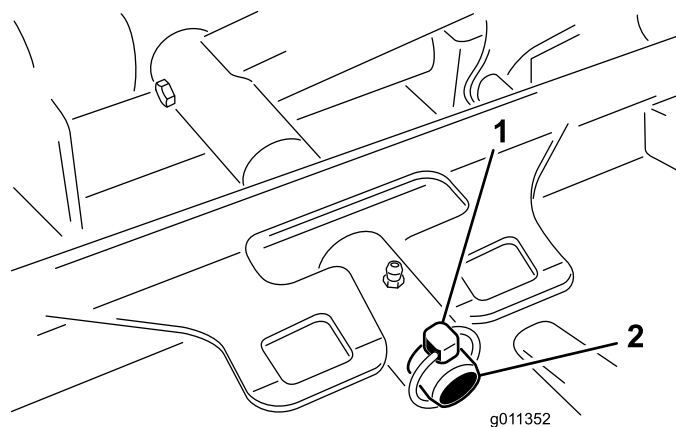

Рисунок 81
3. Снимите штифт с кольцом (на машинах Groundsmaster 4500) или крепежную гайку (на машинах Groundsmaster 4700), с помощью которых несущая рама режущего блока крепится к оси поворота подъемного рычага (Рисунок 81).
2. Наденьте несущую раму режущего блока на ось поворота подъемного рычага (Рисунок 81). Закрепите режущий блок на оси с помощью штифта с кольцом (на машинах Groundsmaster 4500) или крепежной гайки (на машинах Groundsmaster 4700).